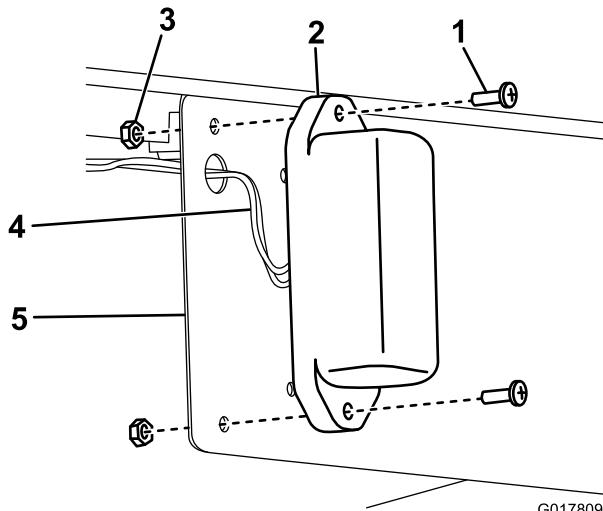

図 13
- ナンバープレートブラケットに、プレートライトを取り付ける; 残っているねじ(10-24 x 5/8 インチ)とロックナットを使用する(図 13)。